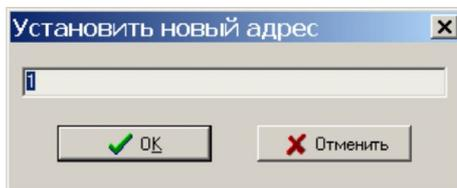

Рисунок 15
- 9) Для изменения адреса блока выбрать пункт меню «Адрес» в окне «Поиск» и установить новый требуемый адрес блока в соответствии с рабочим проектом системы, в которой используется БПДД-RS (рисунок 15).